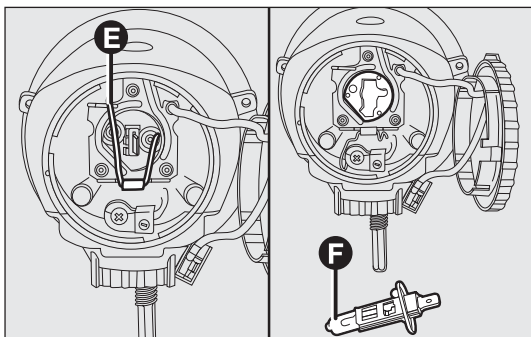

fig. 151
- sganciare la molletta E-fig. 151 ed asportare la lampada F;